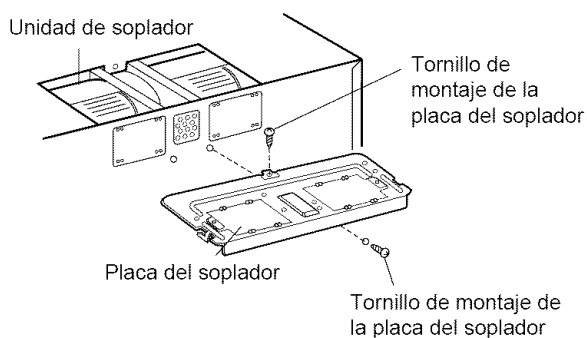

Figura 21
6. Vuelva a unir la placa del soplador al horno de microonda. Únalo por medio del tornillo de montaje de la unidad del soplador y luego los un tornillo de montaje de la placa del soplador. Vea la **Figura 21**.
**NOTA:** Al utilizar la ventilación superior, necesitará un tornillo de montaje de la unidad del ventilador. Ver **Figura 21**.